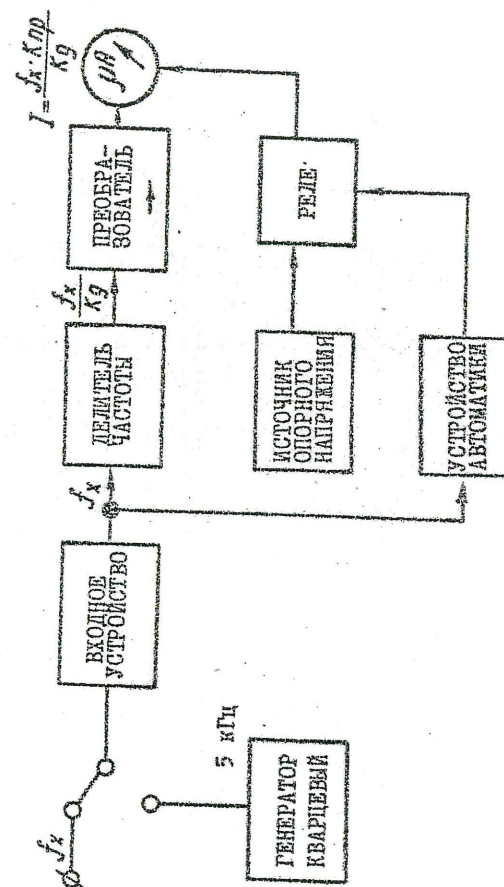

Рис.6. Схема электрическая структурная частотомера Ф5043
4.2. Принцип работы частотомера (рис.6) заключается в том, что измеряемый сигнал частоты  $f_x$  поступает на вход входного устройства, в котором происходит его ограничение, усиление и последующее формирование в прямоугольные импульсы определенной амплитуды и полярности.